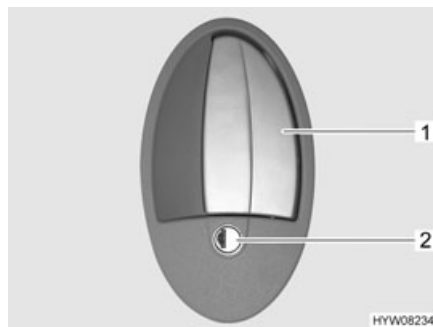

Fig. 23 Serratura della porta (porta di ingresso, lato esterno)
- Inserire la chiave nel cilindro della serratura (Fig. 23,2) e ruotare fino a quando la serratura della porta si sblocca.
- Tirare la maniglia della porta (Fig. 23,1). La porta è aperta.
- Inserire la chiave nel cilindro della serratura (Fig. 23,2) e ruotare fino a quando la serratura della porta si blocca.